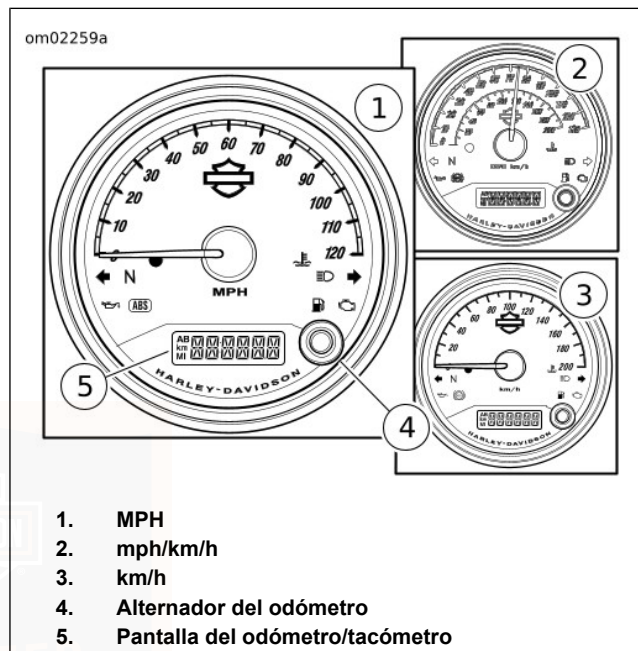

Figura 18. Velocímetro/tacómetro
Vea Figura 18. El velocímetro está calibrado en millas por hora (mph) (1), kilómetro por hora (km/h) (3) o en millas duales por hora (mph) y kilómetros por hora (km/h) (2).